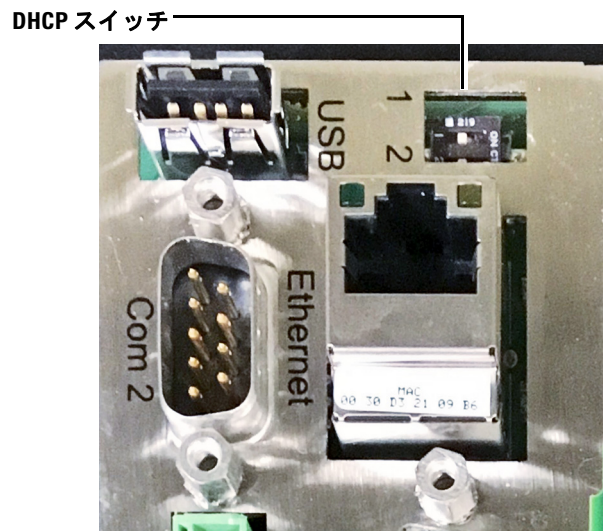

図 7 DHCP スイッチ
- 1 以下の手順を実行するには、Micro GC を固定 IP アドレスモードにする必要があります。このモードにするには、DHCP スイッチ（メインボードで **1** 表記）を必ず左側にしてください。DHCP スイッチは、メインボードの背面にあります。（図 7 を参照）